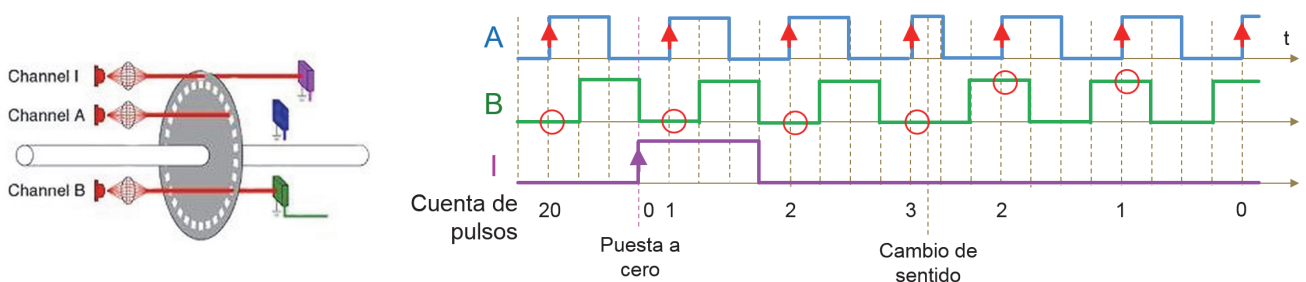

Figura 2. Funcionamiento de un codificador incremental rotativo de tres canales, con cuenta en modo 1X.
Es más habitual emplear codificadores incrementales de dos o tres canales de salida, esto es, que proporcionan más de una señal de pulsos. La muestra Figura 2 un ejemplo de codificador de tres canales, los cuales se denominan habitualmente **canales A, B e I**, aunque algunos fabricantes también llaman **Z** al canal I. Los canales A y B ofrecen salidas idénticas de pulsos en función de la rotación del disco, pero **desfasadas un cuarto de ciclo**. El canal I (índice) ofrece un pulso por vuelta, lo que puede ser utilizado por el controlador para determinar cuando el eje está en una posición inicial o de referencia.
- **Modo 1x.** Se usa el canal A para contar pulsos en cada flanco de subida de la señal (transición de nivel bajo a alto), y el canal B solo para determinar el sentido de giro. Por ejemplo, se puede activar una rutina de interrupción del programa en cada flanco de subida de la señal del canal A. En esa rutina se realiza la cuenta de pulsos de A, como muestra la Figura 2, de forma que la cuenta se actualiza en función del nivel que tenga la señal del canal B. Así, la cuenta aumenta una unidad si B está a nivel bajo, o disminuye una unidad si B está nivel alto. Con este modo, se tiene que el total de **pulsos por vuelta o revolución (PPR)** es igual al número de líneas del disco (NL), y de ahí el nombre “1x”: